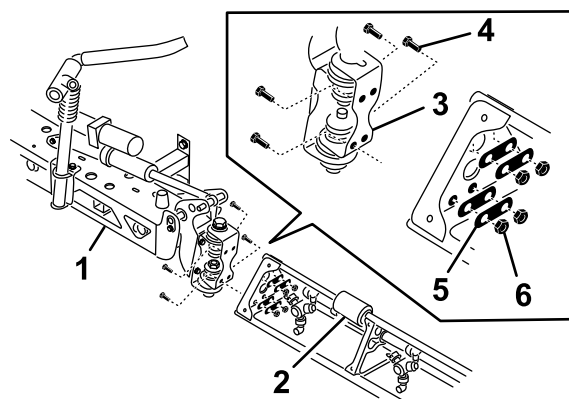

Figura 30
- Instale la extensión del brazo en el brazo central en la placa de pivote usando los cuatro pernos, las cuatro arandelas y las cuatro tuercas retirados en el paso 6, según se muestra en Figura 30.